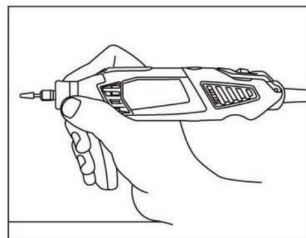

Рис.6
- 3.Захват инструмента при использовании дополнительной рукоятки показан на рис. 6.